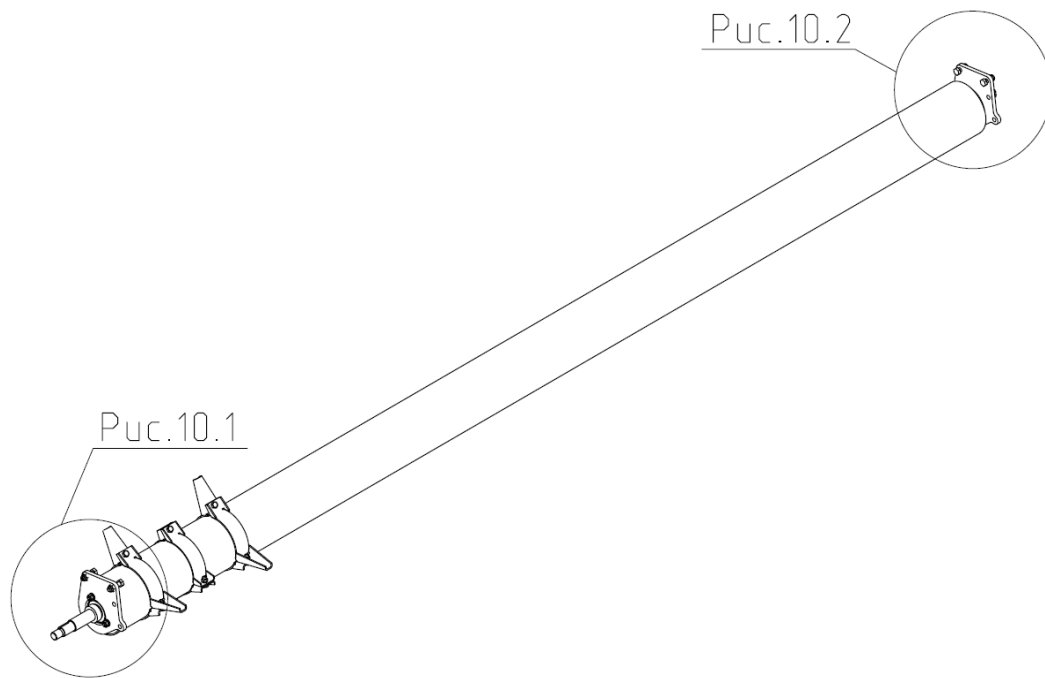

Рис. 10 ЖНПС 03.020А Мотовило.
2.2.13 Мотовило (рис.10) предназначен для подвода подсолнечника к режущему аппарату, а затем, уже срезанной массы, к шнеку жатки.